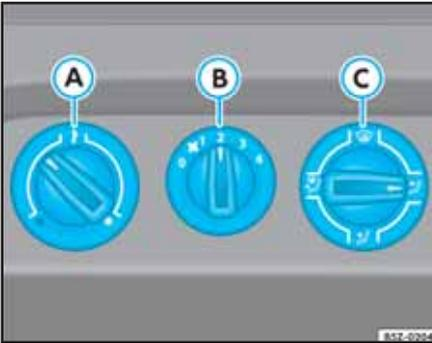

Fig. 119 En el panel instrumentos: mandos de la Calefacción
- Gire el interruptor de la temperatura ⇒ fig. 119 **A** hacia la izquierda.
- Gire el interruptor de la temperatura ⇒ fig. 119 **A** hacia la derecha, hasta alcanzar la temperatura de calefacción deseada.
- Gire el interruptor de la temperatura ⇒ fig. 119 **A** totalmente hacia la derecha, para la posición máxima de calefacción.
- Gire el interruptor de la temperatura ⇒ fig. 119 **A** para obtener la posición de calefacción adecuada y mantener el desempañamiento.
Con el interruptor ⇒ fig. 119, es posible regular la temperatura en el compartimento de pasajeros de acuerdo con sus necesidades.
Por todos los difusores sale aire renovado, caliente o no, conforme la posición del interruptor ⇒ página 125, fig. 119 (A). Los difusores de aire son comandados por el interruptor (C). Los difusores del panel también pueden ser comandados a través del botón moleteado ⇒ fig. 120 (2), junto a cada difusor.